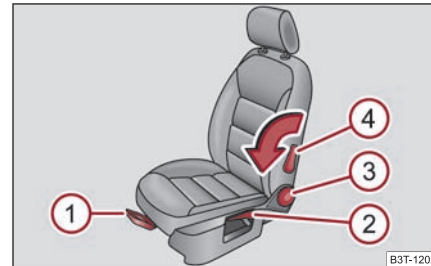

Fig. 77 Elemente de comandă pe scaun
- Se trage maneta ① ⇒ fig. 77 în sus și se deplasează scaunul în poziția dorită.
- Se eliberează maneta ① și se deplasează scaunul mai departe, până când se blochează.
- Depărtați spatele de pe spătar și rotiți roțița ③ ⇒ pagina 77, fig. 77, pentru a regla spătarul scaunului.